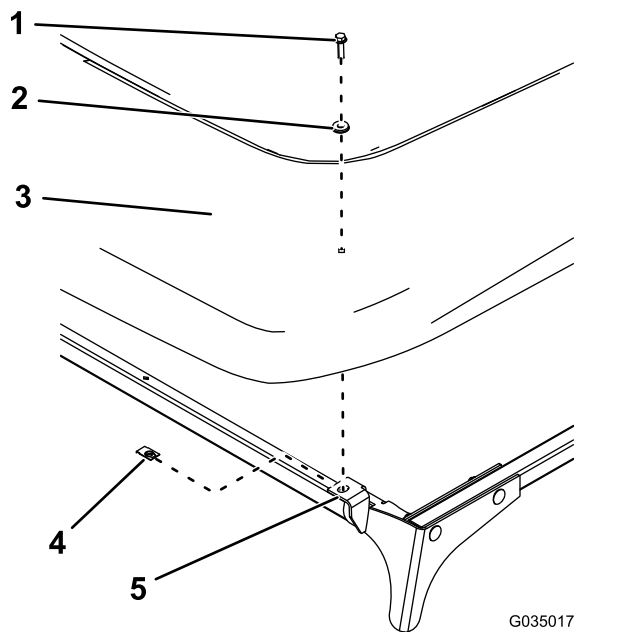

Рисунок 64
1. Установите солнцезащитный навес на передние пластины, используя два зажима, две уплотнительные гайки и два болта с шестигранными фланцевыми головками (¼ x 1 дюйм), как показано на Рисунок 64.